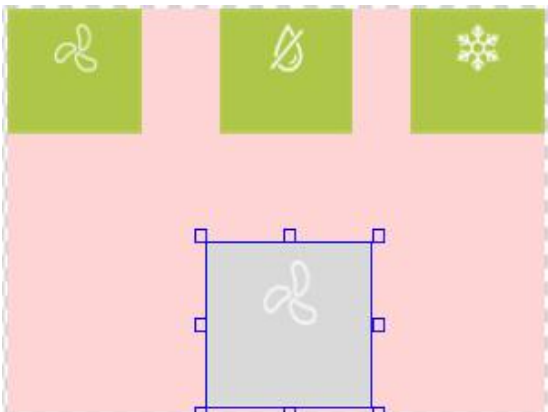

图 7.7 调整控件位置及大小和图片替换
2、调整及设置控件的大小和位置，并对控件进行图片替换，如图 7.7 所示。